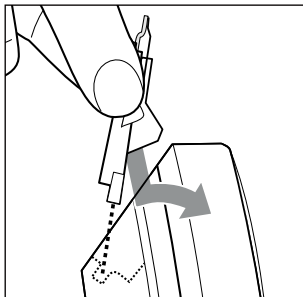

Fig. 10
- 2) Éliminez les restes de cheveux avec la brosse de nettoyage ❶❶ (comprise dans la livraison) de la tête de coupe ❶.
- 3) Tenez la tête du rasoir ❶ sous l'eau courante. N'utilisez aucun autre liquide pour le nettoyage.
- 4) Laissez la tête du rasoir ❶ sécher.
- 5) Versez quelques gouttes seulement de l'huile pour lame ❶❶ fournie sur la lame de coupe de la tête de coupe ❶ et étalez-la uniformément. Essuyez l'huile superflue avec un chiffon doux.
- 6) Introduisez l'ergot de la tête de coupe ❶ sous le bord arrière du boîtier. Poussez la tête de coupe ❶ vers le bas dans le support de l'ergot puis en avant jusqu'à ce qu'elle s'enclenche audiblement dans l'appareil (voir fig. 10).